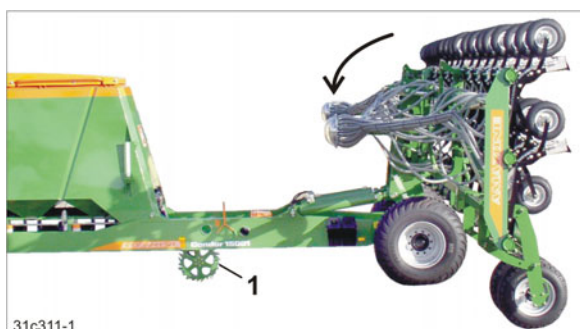

Bild 204
- 4.1 Tryck på styrenhet *grön* tills maskinarmarna, sporrhjulet (Bild 204/1) och fördelarhuvudena är utfällda
→ Sporrhjulet (Bild 204/1) sänks ner vid utfällningen av bakramen.